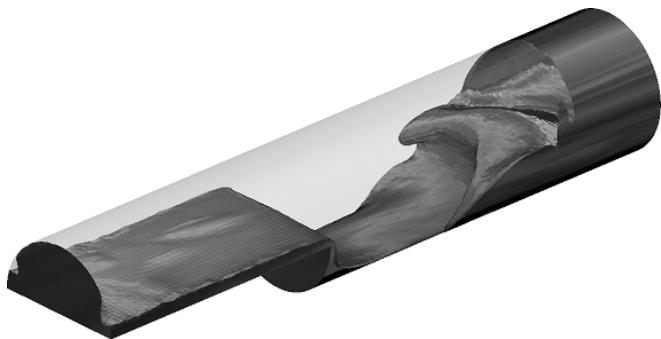

图 6-19 自由液面结果
- 要查看流动外形，右键单击模型之外的区域，并选择自由液面，如图6-19所示。